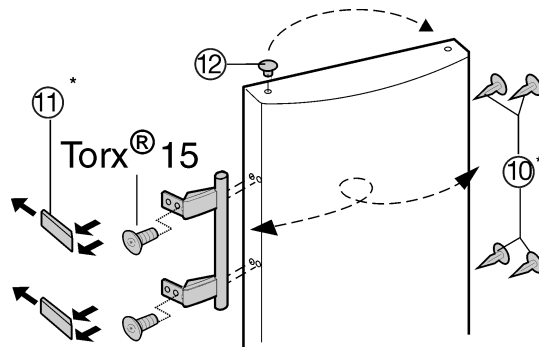

Fig. 7
- Estrarre il tappo Fig. 7 (12) dall'alloggiamento del supporto della porta e spostarlo.
- Smontare la maniglia della porta, i tappi Fig. 7 (10) e le piastre di spinta Fig. 7 (11) e spostare sul lato opposto.